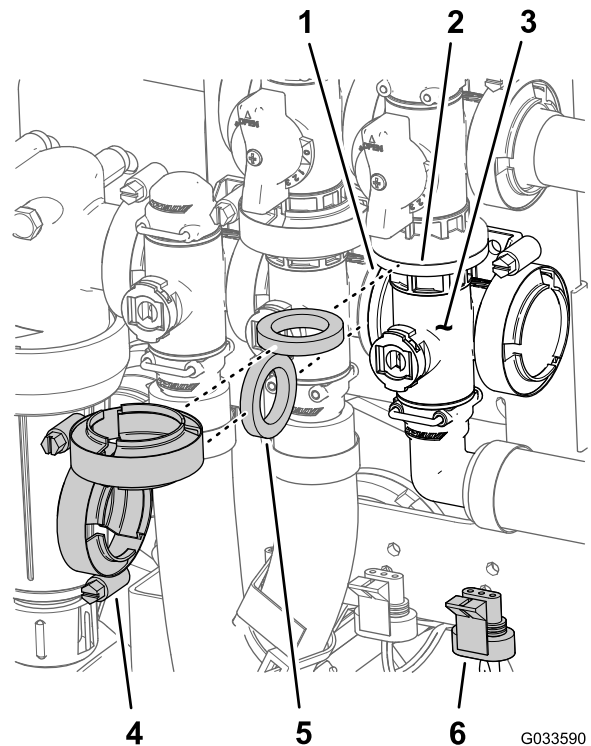

Figura 129
1. Alinee la brida del distribuidor de la válvula maestra de los brazos, una junta y la brida de la válvula maestra de desvío de los brazos (Figura 129).
2. Monte el distribuidor de la válvula maestra de los brazos, la junta y la válvula maestra de desvío de los brazos con una brida de fijación apretada a mano (Figura 129).
3. Alinee la brida del distribuidor de la válvula maestra, una junta y el distribuidor de la válvula de agitación (Figura 129).
4. Monte el distribuidor de la válvula maestra, la junta y el distribuidor de la válvula de agitación con una brida de fijación y apriete a mano (Figura 129).
- Monte la válvula de agitación en el soporte de la válvula con el perno con arandela prensada y la contratuerca con arandela prensada (**Figura 129**) que retiró en el paso 3 de **Retirada del distribuidor de la válvula maestra de los brazos** (página 84), y apriete el perno y la tuerca a 10–12 N·m (90-110 pulgadas-libra).